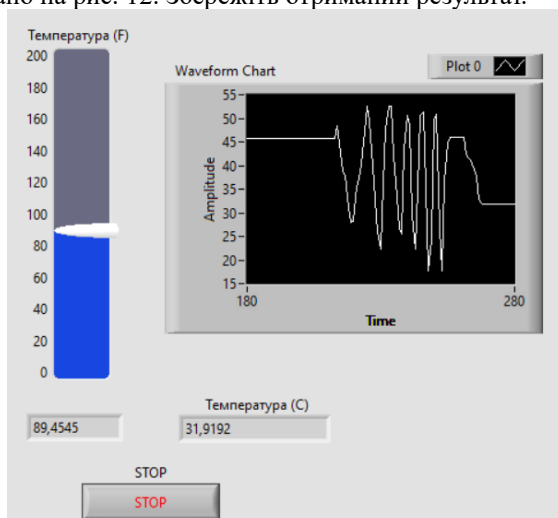

Рис. 12
13. На даний момент передня панель вашого ВП повинна виглядати так, як показано на рис. 12. Збережіть отриманий результат.